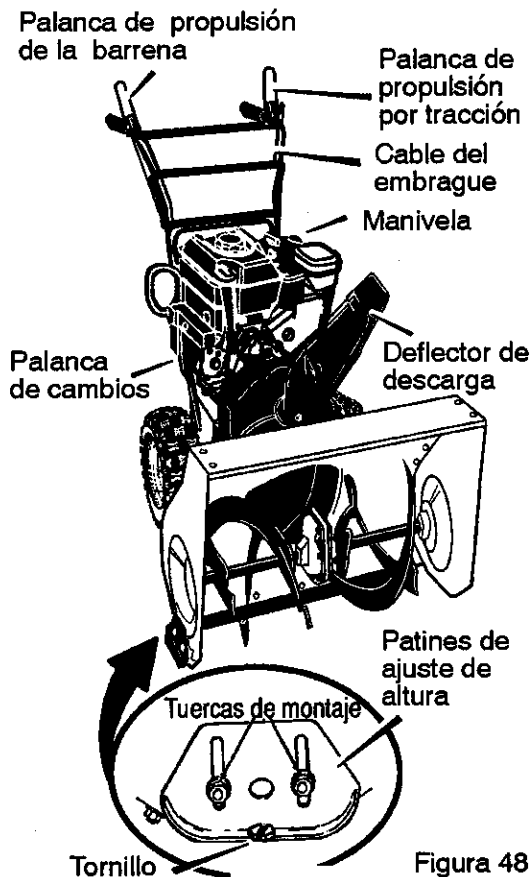

Figura 48
La Figura 48 muestra el quitanieves completamente ensamblado.
5. Para propósitos de envío, los **patines de ajuste de altura**, van sujetos a la plataforma de envío. Saque el **tornillo** que sujeta cada **patín** a la plataforma. Vea la Figura 48.